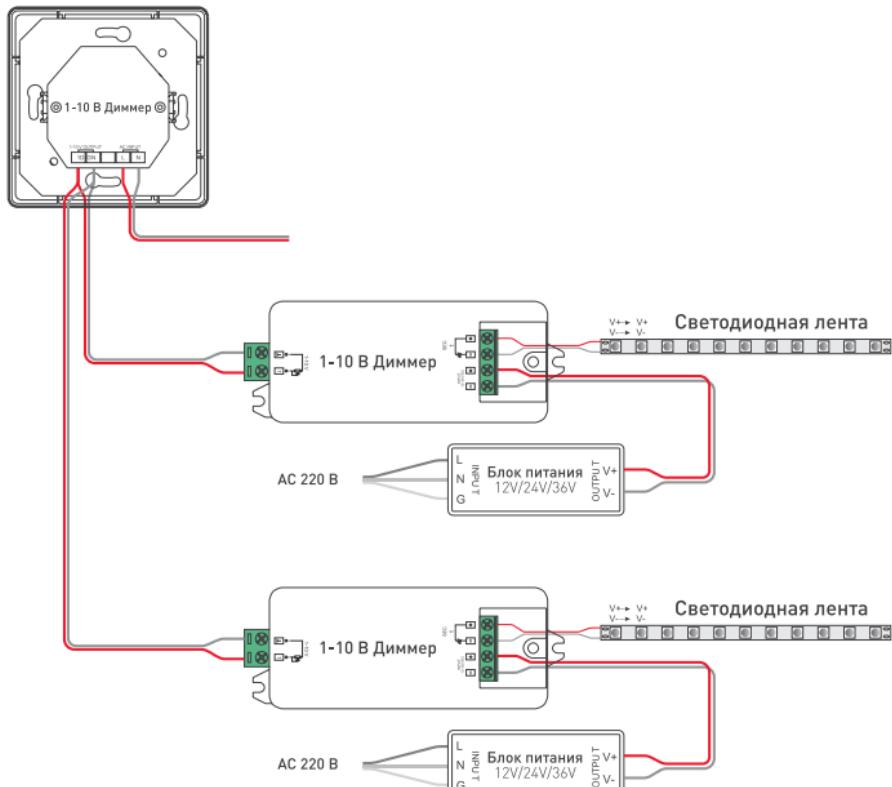

Рис. 1. Схема подключения панели на примере диммера SR-2006.
3.2. Выполните подключение согласно схеме Рис. 1.